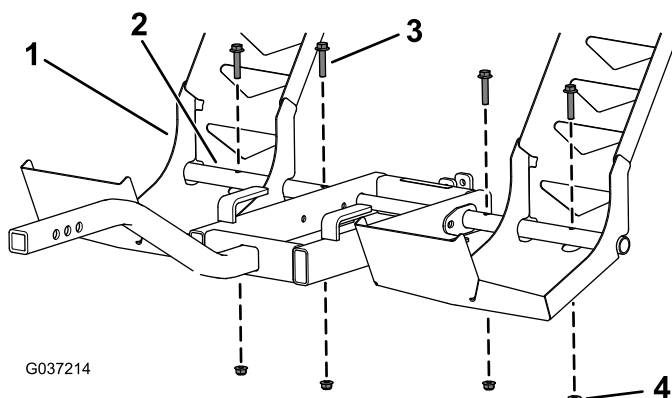

Рисунок 5
4. Совместите отверстия в поворотном валу разбрасывателя с отверстиями в левом и правом наклонных въездах разбрасывателя и закрепите их при помощи 4 винтов с фланцевыми головками (5/16 x 1-1/2 дюйма) и 4 фланцевых гаек (5/16 дюйма), как показано на Рисунок 5.